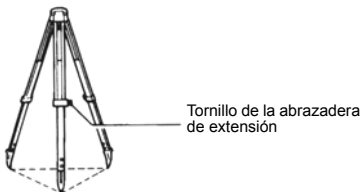

Fig. 3.1
- 1) Suelte la correa que rodea las patas del trípode y afloje 10s tornillos de presión para extensión. (Fig. 3.1)